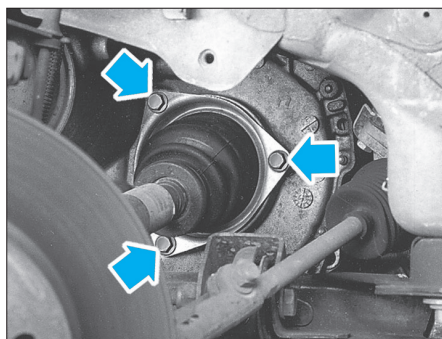

Fig. 5
- Déposer les trois vis de fixation (flèches) du soufflet de transmission sur la boîte de vitesses (Fig.5).